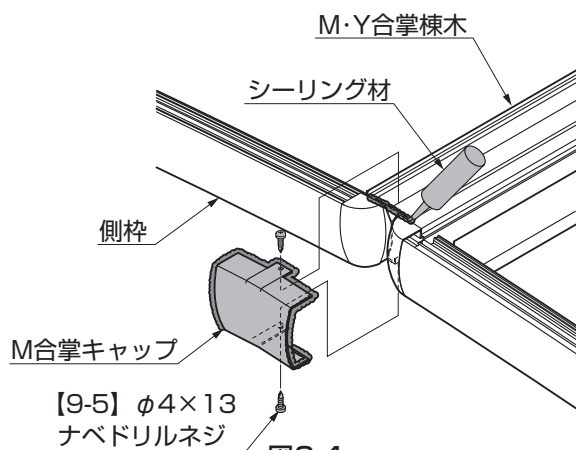

図2-4
- ③M合掌キャップおよびM・Y合掌棟木にシーリング材を充てんし、M合掌キャップを【9-5】で取付けてください。(図2-4参照)